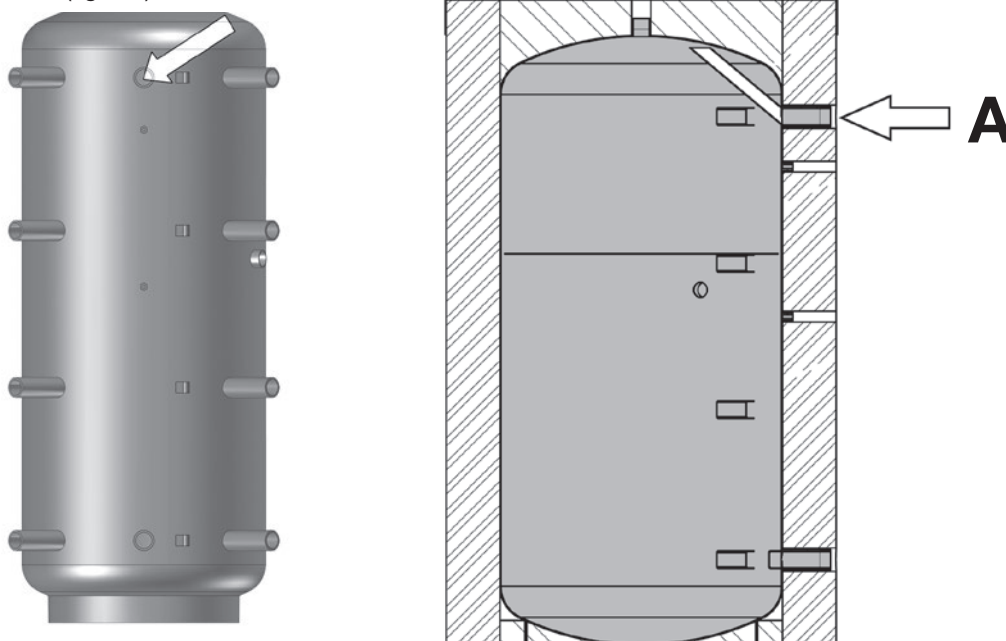

fig. 4.7: Posición de la conexión del tubo “circuito acumulador - ida” de la estación de agua potable al acumulador
Cuando la estación de agua potable está funcionando combinada con un acumulador “Hydrocor HP” de Oventrop, asegúrese de que el tubo de ida, “**circuito acumulador - ida**” (A) está conectado a la tubería de conexión central (fig. 4.7).